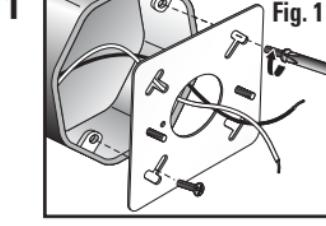

Fig. 1
Si la placa de montaje tiene más de 2 orificios roscados, mida la distancia de centro a centro de los orificios para asegurarse de que coincide con las aberturas de la bandeja de la lámpara. Abra los orificios semiperforados adecuados en la placa de montaje. Jale los conductores de suministro (y el de puesta a tierra, si está presente) por la abertura central de la placa de montaje y use los tornillos para metales cortos para fijar la placa de montaje a la caja eléctrica (Fig. 1). Asegúrese de que ambos tornillos para metales cortos (EE) estén bien apretados.